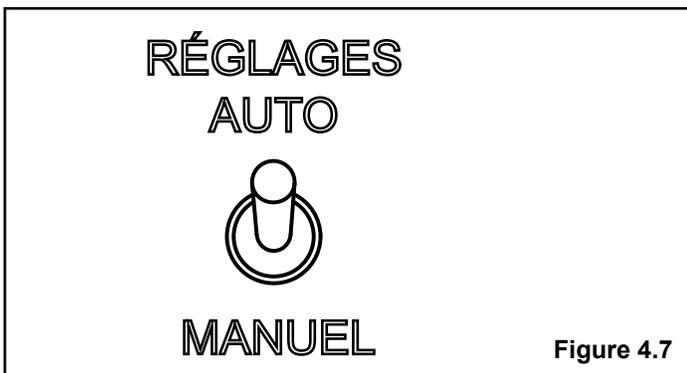

Figure 4.7
3. **Basculez le commutateur de l'allumeur vers le haut en position «AUTO-LIGHT»** (allumage automatique), Figure 4.7.